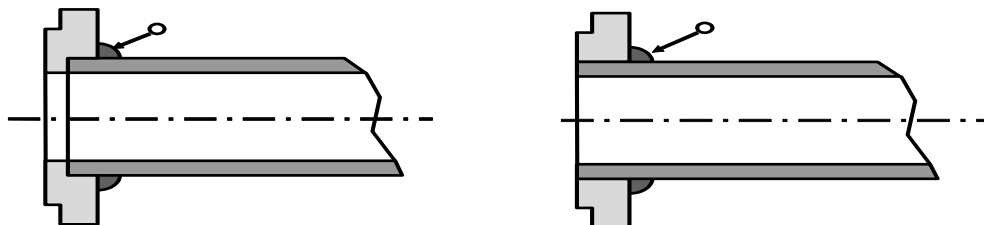

Рис. 2. Приклади рекомендованого приварювання фланців
■ **При фланцевому присіднанні РУ** внутрішній отвір фланців, при необхідності, розточується під зовнішній діаметр труби з мінімально можливими допусками. Приклади приварювання фланців наведені на рис. 2.